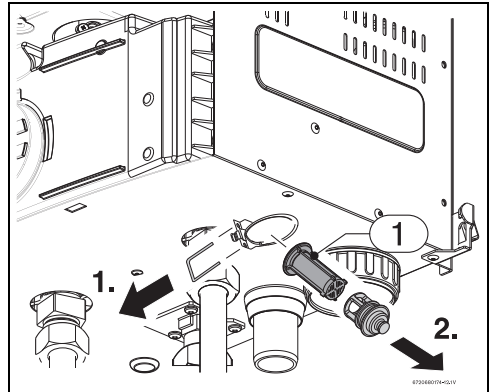

Fig. 56
- ▶ Substituir o filtro de água, ver Fig. 56.